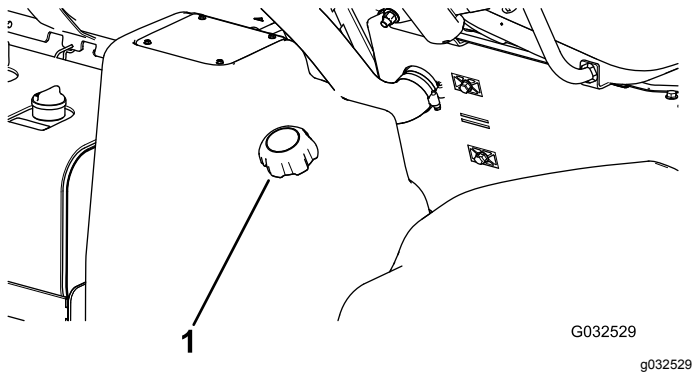

Bild 40
2. Reinigen Sie den Bereich um den Tankdeckel (Bild 40).